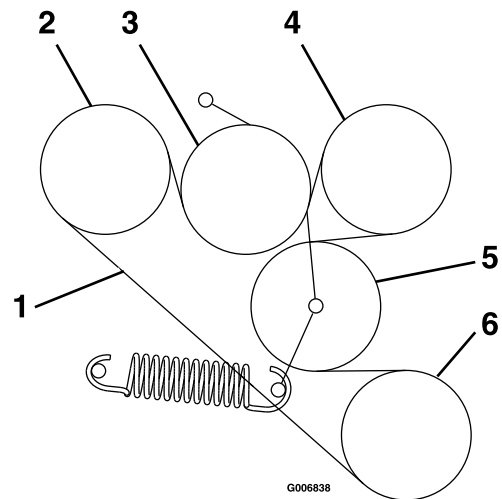

Figura 62
6. Enrute la correa nueva sobre las poleas según lo indicado en la pegatina situada en la parte trasera del protector izquierdo de la transmisión (Figura 62).